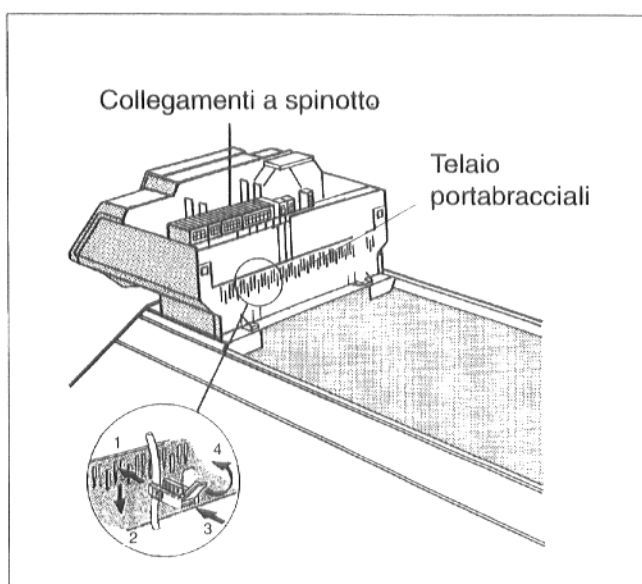

Fig. 20
- Condurre il cavo del bruciatore verso il retro facendolo passare sotto il coperchio anteriore della caldaia. Nell'apparecchio di regolazione effettuare i collegamenti a spinotti come contrassegnato (Fig. 20).
- Effettuare i collegamenti elettrici a carico del committente secondo lo schema (Fig. 20).